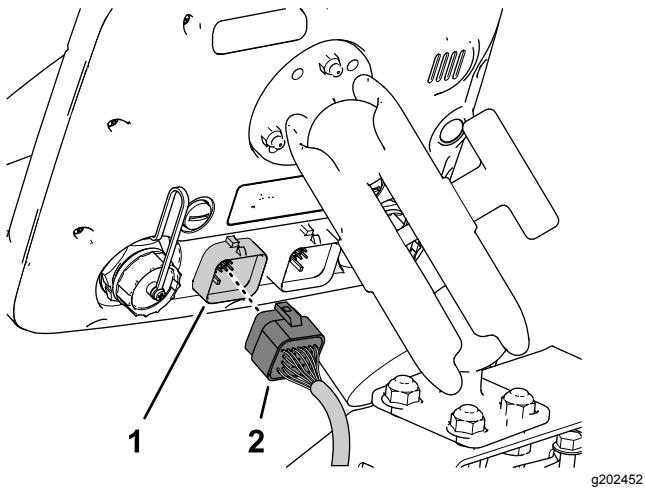

**Bild 204**
1. Verlegen Sie den 220-cm-Datenkabelbaumzweig (der Kabelbaumzweig mit dem 26-Buchsen-Stecker) nach vorne und unter dem Armaturenbrett (**Bild 204**).
2. Verlegen Sie den 220-cm-Datenkabelbaumzweig entlang des Stützrohrs für den Monitor (**Bild 204**).
4. Stellen Sie sicher, dass der 220-cm-Datenkabelbaumzweig genug Spiel hat, damit der Bediener die Stellung des Monitors anpassen kann; befestigen Sie den Kabelbaum mit Kabelbindern am Stützrohr für den Monitor, wie in Bild 204 abgebildet.